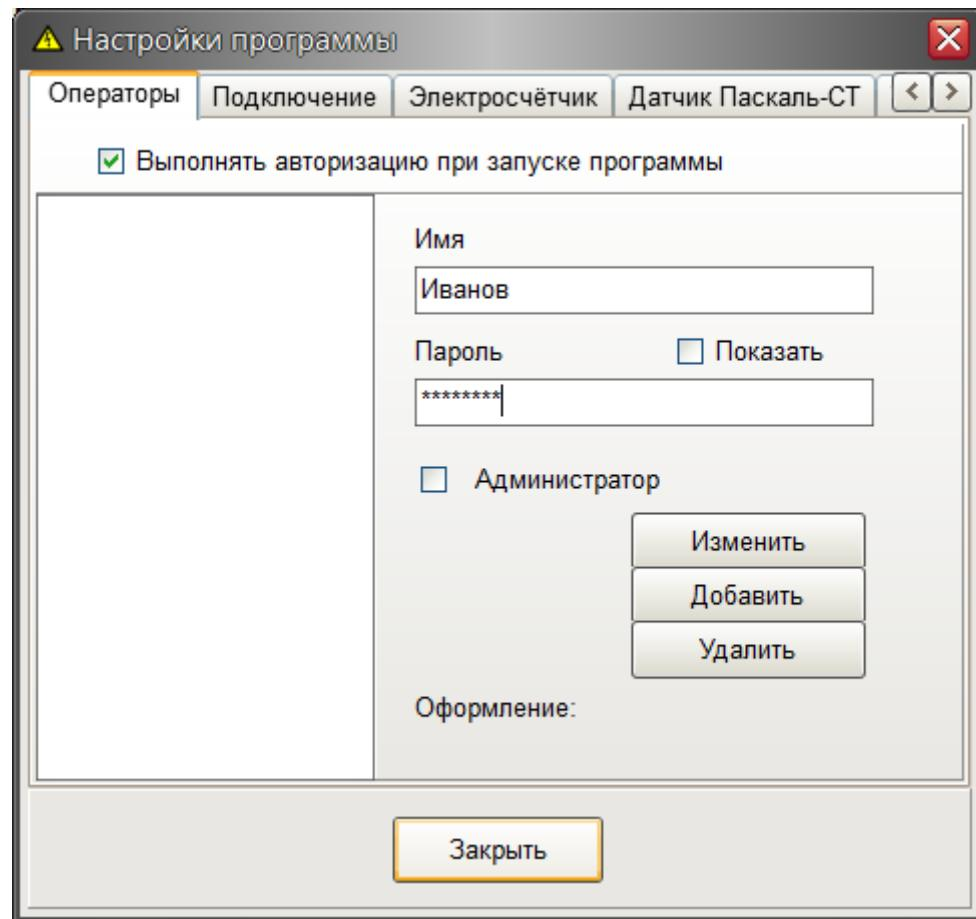

Рисунок 6 – Ввод имени операторов системы
7. В программе «Esafety» выбрать меню **Настройки / Настройки программы**, откроется окно «Настройки программы» (рисунок 6). На вкладке «Операторы» ввести имена, пароль и права доступа всех сотрудников, работающих со стендом. Как правило, операторы стендов не имеют прав администратора в целях предотвращения изменений параметров тестов.